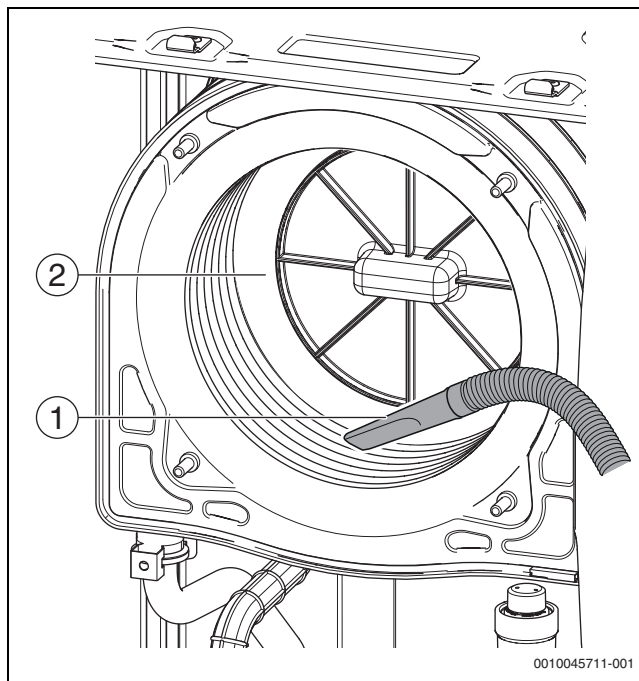

Fig. 46 Proceso de aspiración
- Retirar los restos con una aspiradora (→ fig. 46, pág. 38).